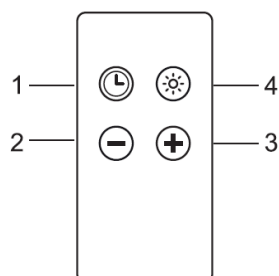

Рис. 7
- Вытяжкой WK-11 Smart Royal можно управлять с помощью пульта дистанционного управления (рис. 7).
Определение кнопок (рис. 7)